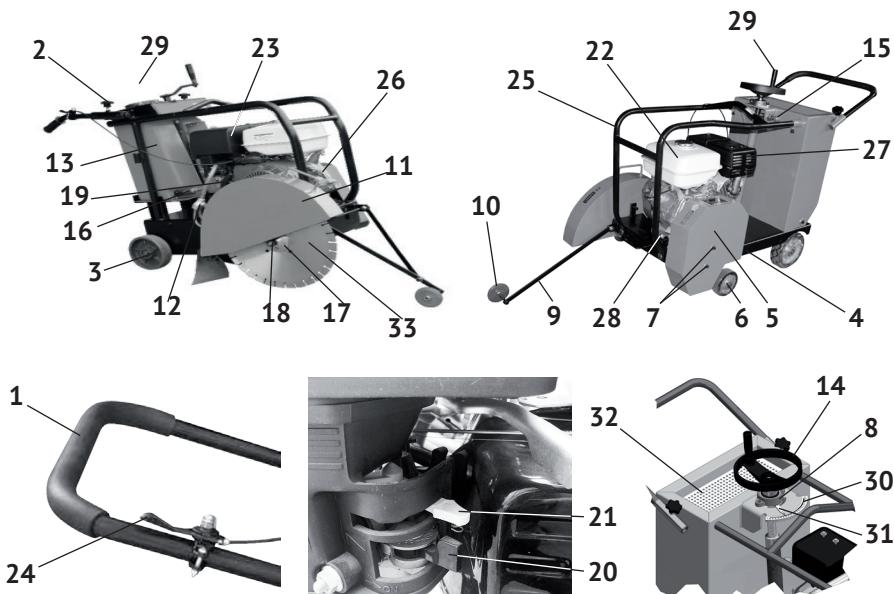

рис.1
4.1 Общий вид швонарезчика представлен на рис.1
4.2 Основные узлы швонарезчика: двигатель, опорные колёса (рис.1 поз.3), бак для воды (рис.1 поз.13), ось привода (шпиндель) режущего диска, кожух ремённой передачи (рис.1 поз.5), трубчатая рама (рис.1 поз.25) закреплены на цельнометаллической платформе (рис.1 поз.4). В металлический бак (рис.1 поз.13) заливается охлаждающая жидкость. Между кронштейном в верхней части бака и платформой закреплён механизм (рис.1 поз.8) подъёма/опускания малых колёс (рис.1 поз.6), который приводится в действие маховиком (рис.1 поз.14). На кронштейне закреплена шкала глубины реза (рис.1 поз.30).
Крутящий момент с вала двигателя передаётся ремённой передачей на приводной вал рабочего диска. Приводные ремни закрыты металлическим кожухом (рис.1 поз.5).
На защитном кожухе (рис.1 поз.11) стрелкой указано направление вращения диска.
Прикрутить болтом (M8x25) с шайбой к верхнему торцу вала ходового винта маховик (рис.1 поз.14) с рукояткой (рис.1 поз.29), механизма установки глубины реза.
- выкрутить из направляющих на корпусе бака (рис.1 поз.13) винты-барашки (рис.1 поз.2) фиксации рукоятки управления (рис.1 поз.1);
- вставить нижние концы рукоятки управления (рис.1 поз.1) в направляющие корпуса, выставить удобную для работы высоту (на уровне талии) и зафиксировать винтами-барашками;
- установить, в удобном для работы месте, на рукоятке управления рычаг управления дроссельной заслонкой (рис.1 поз.24), рассоединив, а затем скрепив два хомута винтом.
- маховиком (рис.1 поз.14) установите режущий диск в верхнее положение (минимальная глубина резания);
- ключом, из комплекта поставки (крепится на стенке корпуса), открутите гайку крепления диска (рис.1 поз.18);
- снимите зажимной фланец (рис.1 поз.17) и диск (при замене);
- обратите внимание на направление вращения, которое указано стрелкой на одной из сторон диска (оно также указано на защитном кожухе рис.1 поз.11);
Держатель (рис.1 поз.9) указателя линии реза крепится болтовым соединением на скобе в передней части платформы, слева от кожуха диска. Ведение диска (рис.1 поз.10) указателя реза по сделанной разметке на поверхности, позволяет строго выдерживать траекторию реза.
Для того, чтобы сгладить избыточное давление в баке, откручивайте крышку бака (рис.1 поз.22) осторожно. Заливайте бензин в топливный бак не более чем на 1 см ниже уровня основания заливной горловины. Перед запуском двигателя тщательно протрите крышку бензобака, удалив возможные при заправке брызги топлива.
- перекрыть кран (рис.1 поз.16) подачи охлаждающей жидкости из бака (рис.1 поз.13) по трубке (рис.1 поз.12) под защитный кожух (рис.1 поз.11) режущего диска;
- заполнить бак водой или специальной СОЖ (при низких температурах), через сетчатый фильтр (рис.1 поз.32) в его верхней части, который предотвращает попадание в бак частиц, способных засорить систему подачи жидкости.
- разблокировать ходовой винт механизма установки глубины реза (рис.1 поз.8), рычагом (рис.1 поз.15), вытянув палец из паза и повернув вокруг оси;
- вращением маховика (рис.1 поз.14) выставить на один уровень малые колёса (рис.1 поз.6) и нижний край режущего диска – нулевая глубина реза, при этом стрелка-указатель (рис.1 поз.31) на нулевой отметке шкалы (рис.1 поз.30);
- ослабить две гайки на болте, крепящем диск (рис.1 поз.10) к держателю (рис.1 поз.9);
- смазывающе-охлаждающая жидкость (СОЖ) подается на режущий диск из бака (рис.1 поз.13);
- на линии подачи установлен запорный кран (рис.1 поз.16), благодаря которому устанавливается необходимый поток для охлаждения диска;